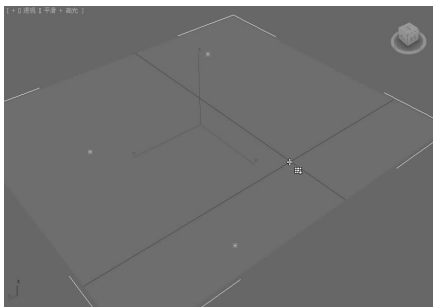

图 5-61 创建曲面点 ▲
- (创建曲面点): 在曲面上创建从属点,如图 5-61 所示。